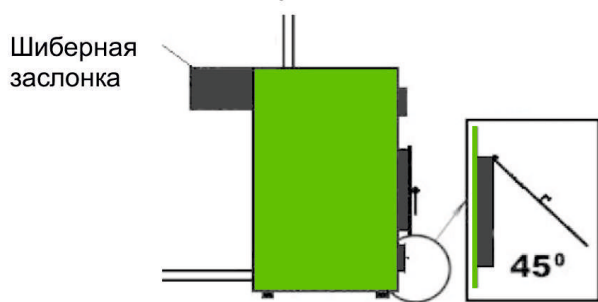
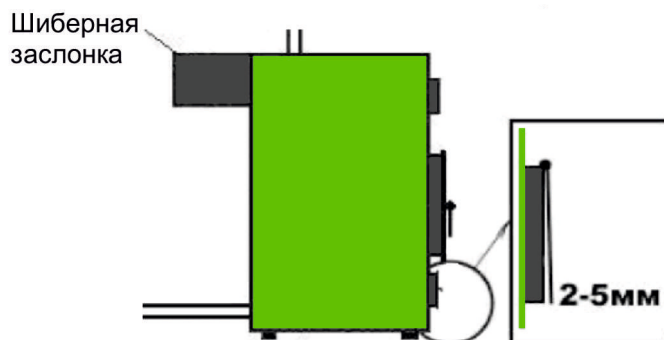

Рисунок 8
Рисунок 10
- после того, как воздух в отапливаемом помещении нагреется, прикрыть дверцу регулировки подачи воздуха, оставив воздушный зазор примерно — 2-5 мм (рис. 10), закрыть на половину заслонку в дымоотводящем патрубке (если шиббер шторный, то выдвинуть его до риски на шторке). Таким образом будет обеспечена правильная работа Котла и соответственно максимально эффективный, экономичный, комфортный режим работы, не требующий дополнительной регулировки до тех пор, пока в топке не останется топлива менее десятой части от полной загрузки;
- если доложено больше топлива, чем находится в топке, более чем в три раза, то необходимо приоткрыть дверцу регулировки подачи воздуха под 30-45 градусов относительно вертикали (рис. 8) на 5-10 минут, пока не займется дымом, не начнет тлеть вновь заложенное топливо (чем влажнее топливо — тем дольше), после чего необходимо вернуть дверцу регулировки подачи воздуха в положение 2-5 мм зазора (рис. 10);